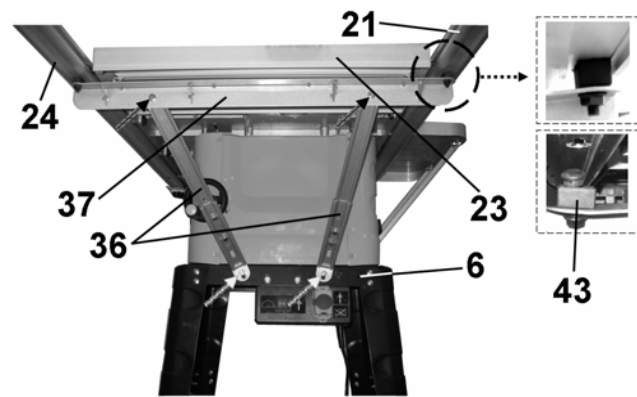

Рис. 12
8.4.3. На рабочем столе (20) установите и закрепите переднюю и заднюю направляющие (21 и 24) с помощью болта (39) вставки (38) и гайки (40), Рис.12;13. Направляющие (21 и 24) скрепите планкой (37) через прямоугольные вставки (43) с правой стороны рабочего стола (20), Рис.12.